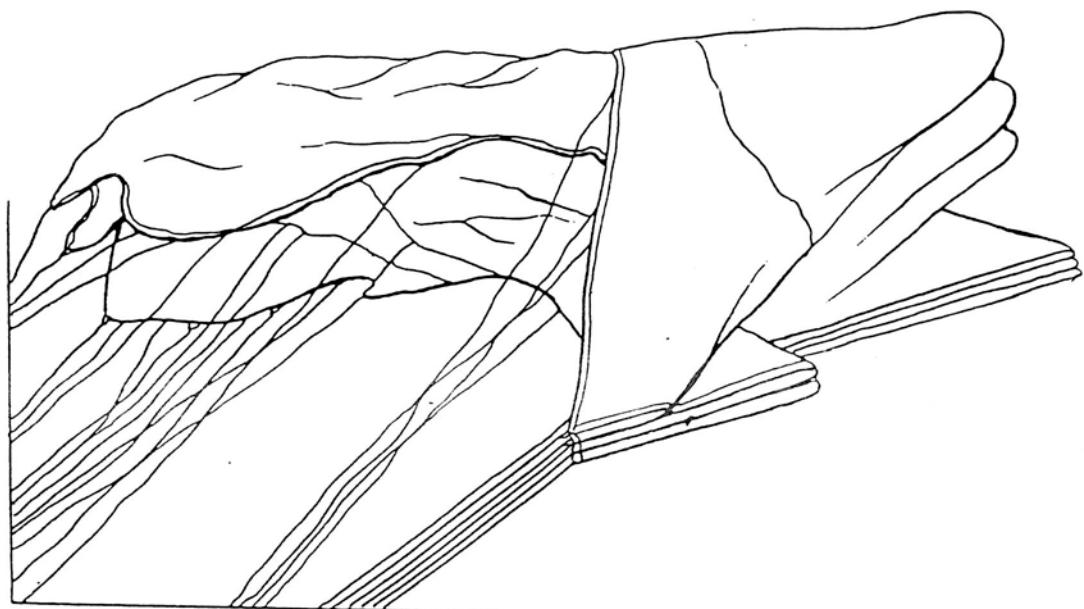

Рис. 20
3) расправить боковое полотнище между стропами второго и третьего, третьего и четвертого рядов (рис. 20);